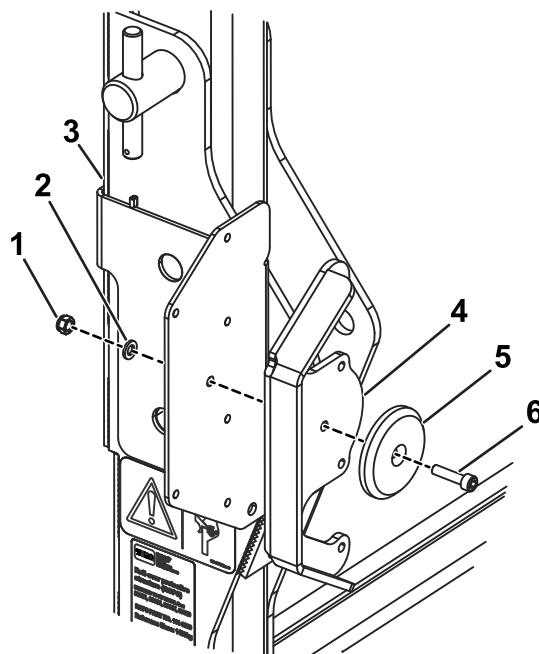

Figura 3
1. Conecte el protector del faro al soporte del faro izquierdo en la parte trasera (Figura 3).
2. Conecte el reflector a la parte trasera del protector del faro con un perno (M6 x 25 mm), una arandela y una contratuerca (M5; Figura 3).